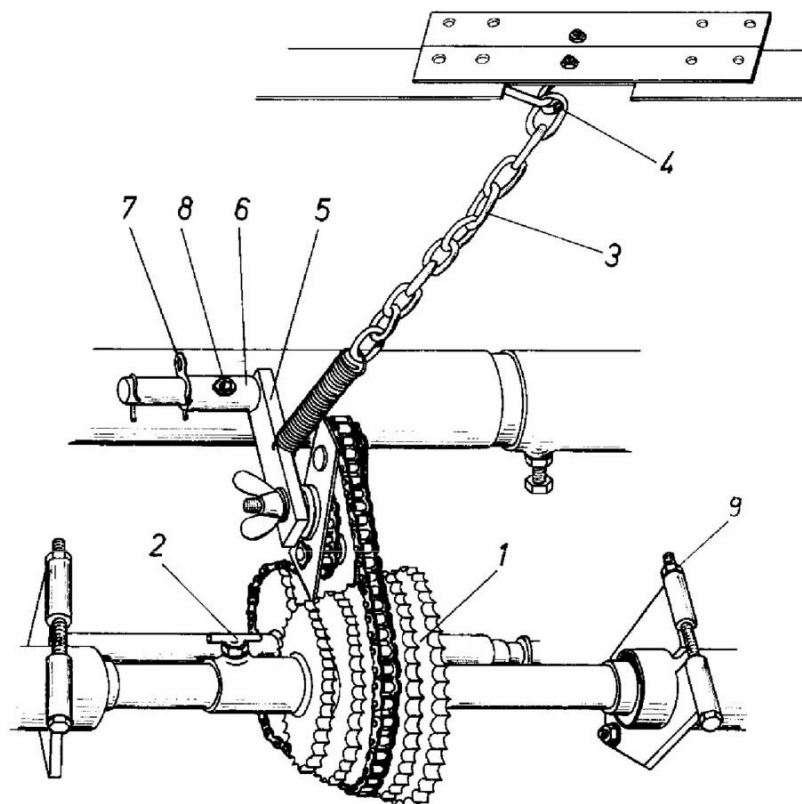
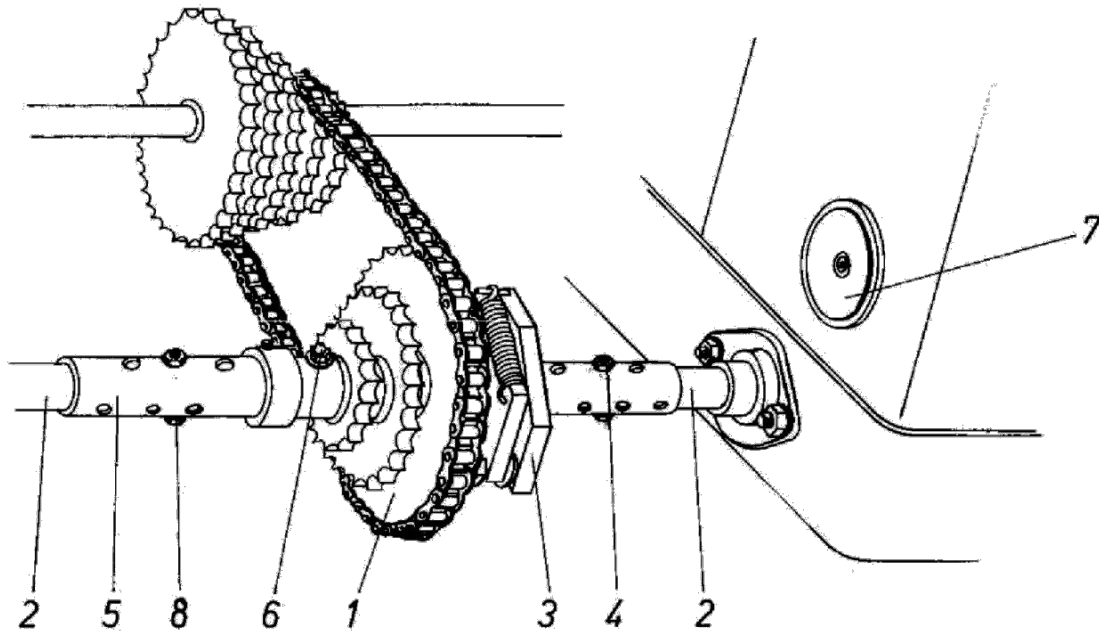

Abb. 5. Kettengetriebe
Abb. 6. Kettengetriebe
- den Klemmknebelgriff herausdrehen (2, Abb.5), um das Verschieben des Aggregats der Antriebskettenräder zu ermöglichen;
- die Spannung des Antriebskettenspanners lösen durch die Abkoppelung der Kette von dem Haken (4);
Beim Wechsel eines Antriebskettenrades (1, Abb.6) ist auch der Kettenspanner (5, Abb.5) in der Buchse des Aufhänger Rahmens (6) zu verschieben, nachdem der Splint herausgenommen worden ist.